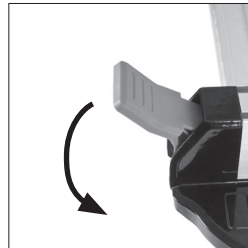

Fig. 20
- Empuje el mango hacia abajo para bloquear el tope guía en posición (**Fig. 20**).